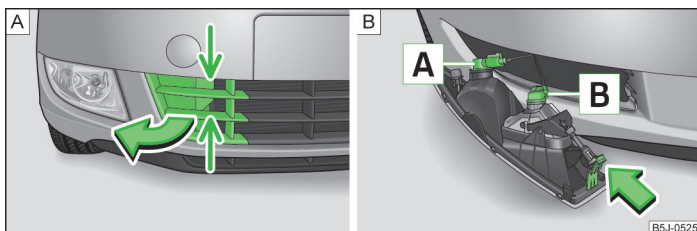

Abb. 157 Vorderer Stoßfänger: Schutzgitter / Ausbau des Nebelscheinwerfers
Glühlampenordnung » Abb. 157.
- › Das Schutzgitter an den mit Pfeilen gekennzeichneten Stellen fassen » Abb. 157 - **A** und die Abdeckkappe herausnehmen.
- › Die Hand in die Öffnung im Schutzgitter führen und die Rastnase » Abb. 157 - **B** in Pfeilrichtung drücken.